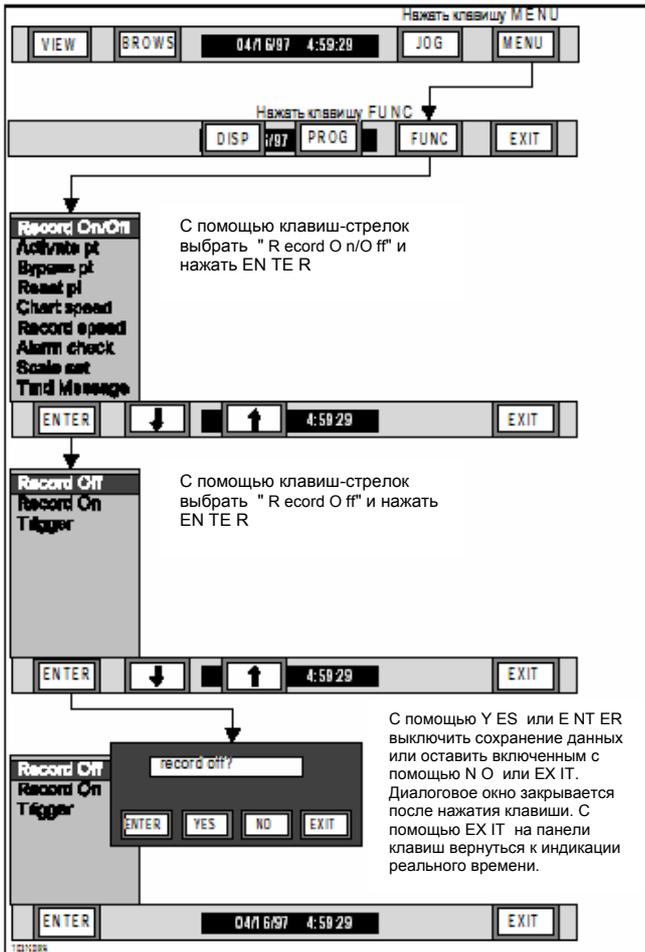

Рис. 3-30 Диаграмма процесса выключения сохранения данных
1. Выключение сохранения данных - С помощью этой функции Вы можете прервать запись на носитель данных независимо от состояния возможных триггерных условий. Для выключения сохранения данных см. рис. 3-30 и следующие шаги: